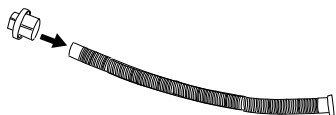
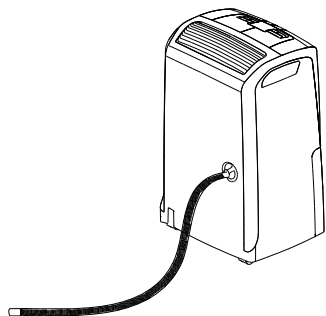

fig. 3
fig. 4
- 2) Infilare il tappo di protezione **1** nel tubo scarico condensa (8) inserendolo fino in fondo (fig. 3), quindi riavvitare completamente il tappo di protezione al beccuccio (fig. 4).